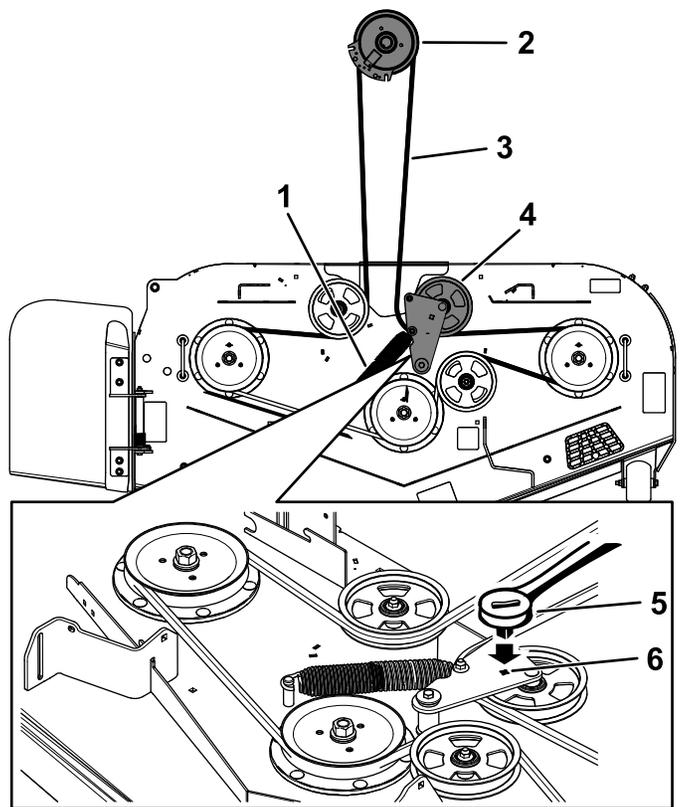

Рисунок 60
- Вставьте ключ с храповым механизмом на $\frac{3}{8}$ дюйма в квадратное отверстие в рычаге натяжного ролика, чтобы снять натяжение с пружины натяжного ролика (Рисунок 60).
10. Снимите направляющую ремня с подпружиненного рычага натяжного ролика (Рисунок 60).
12. Проложите новый ремень вокруг шкивов газонокосилки и шкива муфты под двигателем (Рисунок 60).
13. Установите направляющую ремня на рычаг натяжного ролика (Рисунок 60).
14. Вставив ключ на $\frac{3}{8}$ дюйма с храповым механизмом в квадратное отверстие, установите пружину натяжного ролика (Рисунок 60).